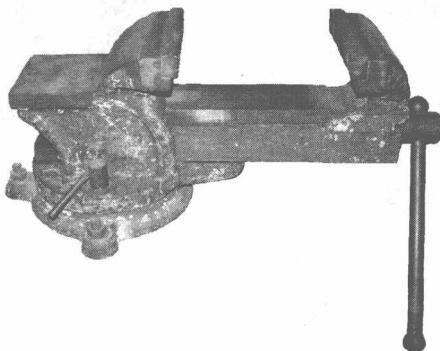

图 1-10 拆卸活动钳身
(1) 逆时针转动手柄 12,拆下活动钳身 10,如图 1-10 所示。
注意:当活动钳身 10 移至图 1-10 所示位置时,需用手托住其底部,防止突然掉落而造成损坏或砸伤人员。